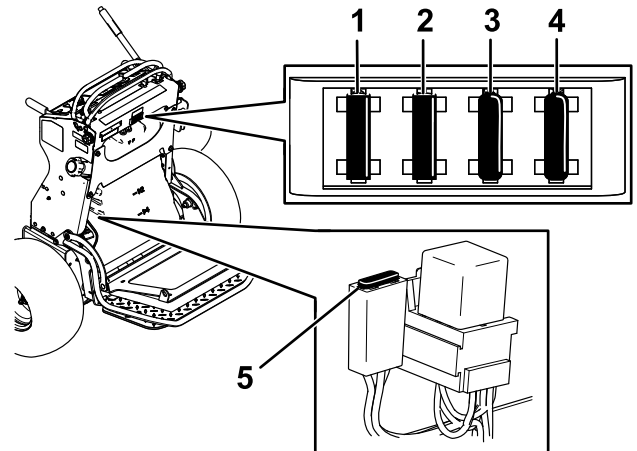

Figura 53
5. Retire el fusible y cámbielo (Figura 53).